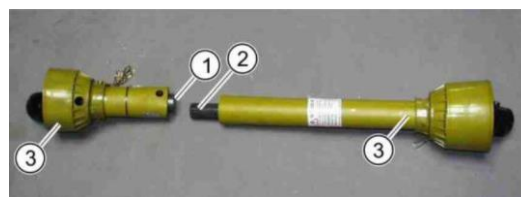

Рис. 11. Вставной приводной карданный вал из двух частей
Обе части защитной трубы монтируются таким образом, чтобы защитные воронки входили в защитное устройство на хвостовике вала отбора мощности трактора и в кожух конической передачи мульчирующей фрезы, образуя единый кожух с этими защитными устройствами. В месте стыка внутренней (2) (Рис. 11) и внешней (1) части защитные трубы должны иметь достаточную длину, чтобы всегда перекрывать друг друга, даже если расстояние между точками шарнирного соединения при подъеме и опускании мульчирующей фрезы варьируется